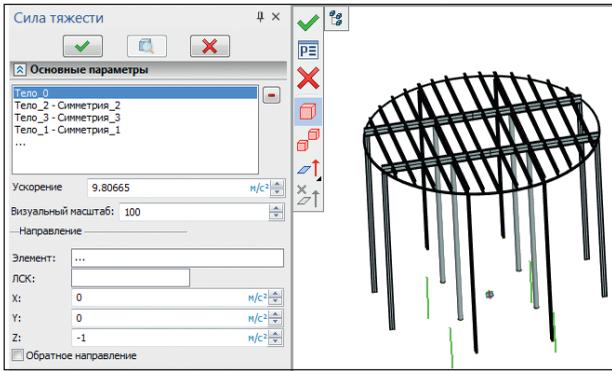

Рис. 12. Диалог нагрузки *Сила тяжести*
*Сила тяжести*. Команда задает равномерное воздействие ускорения свободного падения на все тела в задаче, моделируя нагрузку от собственного веса под действием силы тяжести. После вызова команда автоматически выберет все тела задачи, считая, что к ним приложено ускорение свободного падения ( $9,8065 \text{ м/с}^2$ ). В случае необходимости можно отредактировать список. Отметим также, что в задаче может быть задано только одно граничное условие *Сила тяжести* (рис. 12).